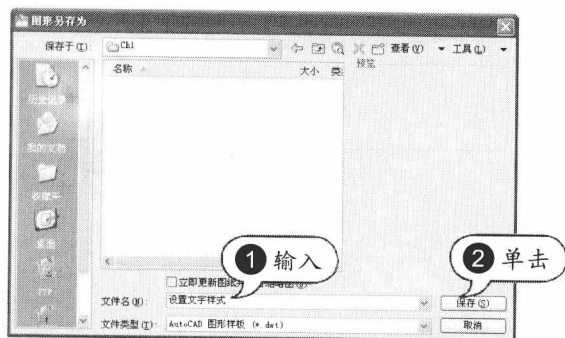

图 1-18 保存为图形样板
STEP 07 保存为图形样板。在菜单栏中执行“文件>另存为”菜单命令，指定文件名称、路径和文件类型进行保存，如图 1-18 所示。